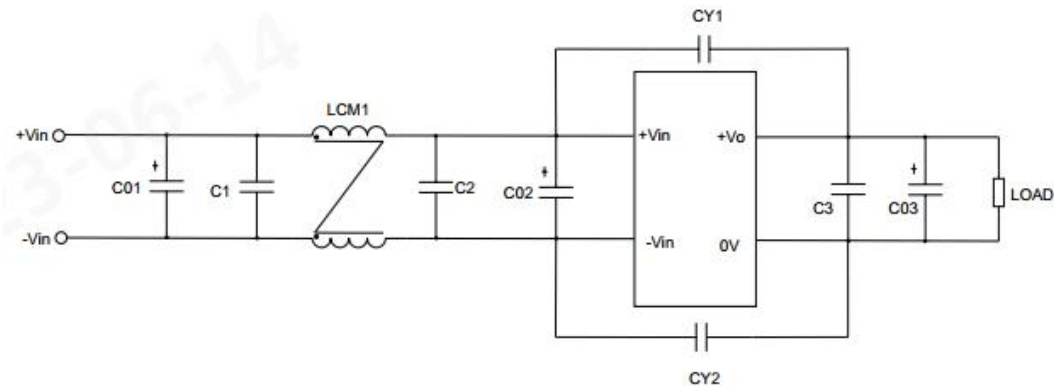
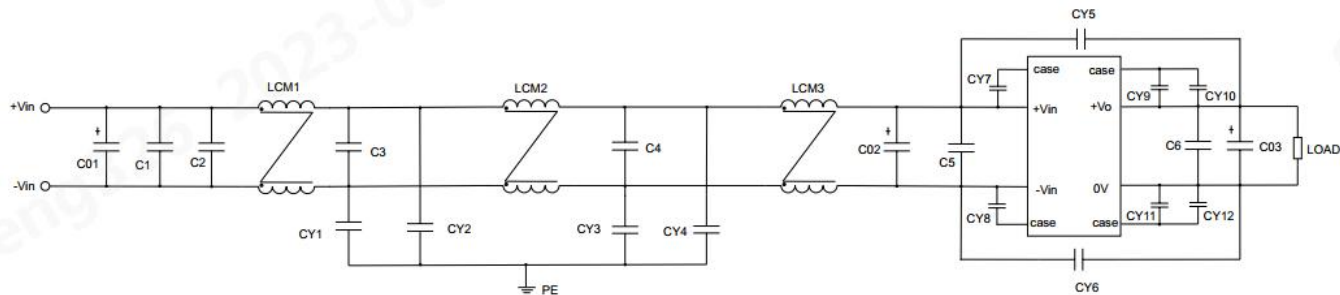

图 4-1
图 4-2
辐射骚扰	CISPR32/EN55032 CLASS A (推荐电路见图 4-1) /CLASS B (推荐电路见图 4-2 加屏蔽①)